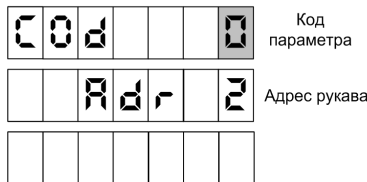

Рисунок 19
После нажатия кнопки произойдет переход к параметрам БУ. Отобразится экран ввода кода параметра и номера рукава (рисунок 19). Код параметра, подлежащего настройке, вводится цифровыми кнопками.
- ввести пароль юстировки (см. рисунок 19);